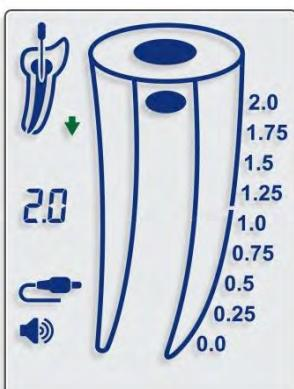

Afb. 5
- 7.4.10. De beweging van de vijl in het kanaal wordt weergegeven door de pijltjes NAAR BENEDEN (Afb. 5) en NAAR BOVEN (Afb. 6) op het scherm.